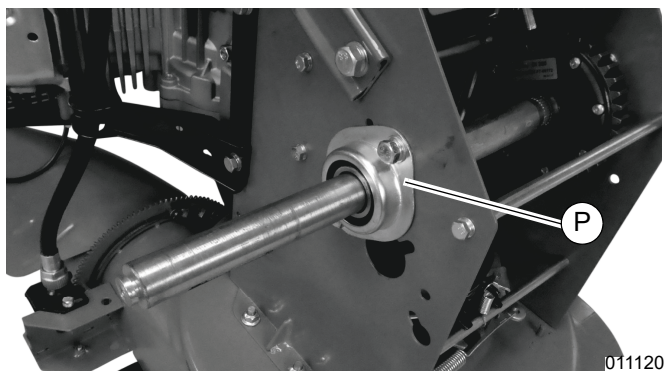

Figure 4-35. Roulement de roue gauche
9. Voir Figure 4-35. Remonter le roulement de roue gauche (P).